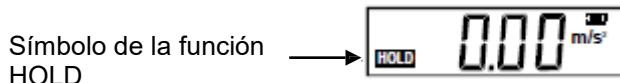

Fig. 1 (Medición de la aceleración)
2. Pulse brevemente el botón de encendido / medición. La pantalla se encenderá en el modo de medición de la aceleración y mostrará la unidad m/s² (Fig. 1).